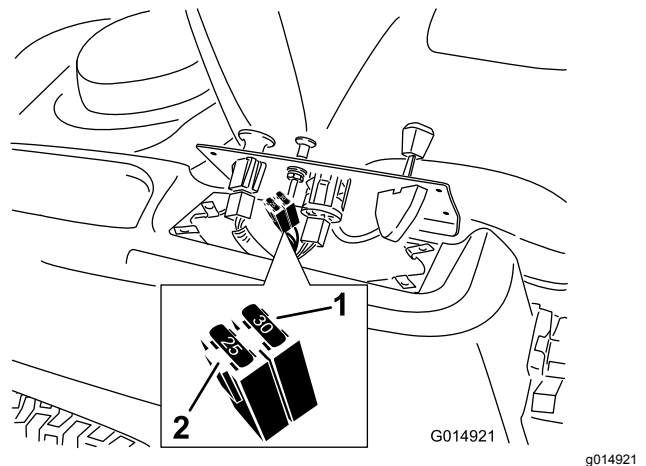

Bild 55
2. Heben Sie das Armaturenbrett an, um an den Hauptkabelbaum und den Sicherungsblock zu gelangen (Bild 55).
3. Ziehen Sie die Sicherung zum Wechseln heraus (Bild 55).